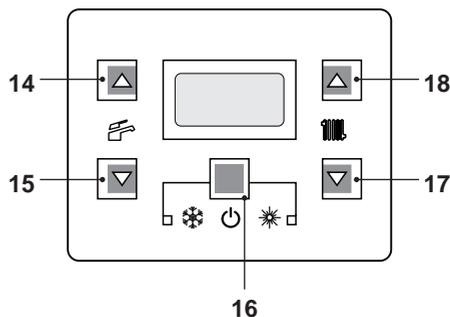
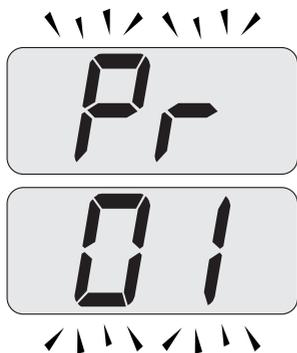
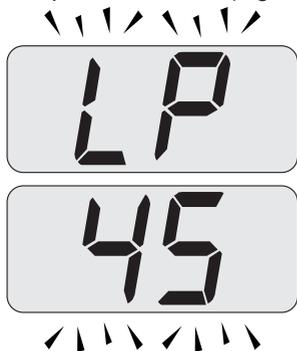
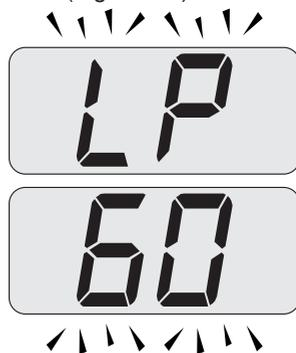

Figura 7.2
Figura 7.3
Figura 7.4
Figura 7.8
- Entrare in "modalità programmazione" premendo contemporaneamente per 10 secondi i tasti 16 - 17 - 18 (Figura 7.2) fino a far apparire sul display LCD le lettere **Pr** che si alternano con il codice **01**, indicanti l'entrata nel "parametro 01" (Figura 7.3).
- Premere contemporaneamente i tasti 17 e 18 (Figura 7.2) fino a far apparire sul display LCD le lettere **LP** che si alternano con il valore di temperatura dell'acqua di riscaldamento (es. **45**), indicanti l'entrata nell'attivazione della "funzione spazzacamino" alla potenza minima (Figura 7.4).
- Premere il tasto 18 (Figura 7.2) per entrare in modalità "spazzacamino alla potenza minima in riscaldamento". Sul display appare **hP** alternato alla temperatura dello scambiatore primario (Figura 7.5).
- Premere il tasto 17 (Figura 7.2) fino a far apparire sul display LCD le lettere **LP** che si alternano con il valore di temperatura dell'acqua di riscaldamento (es. **60**), indicanti l'entrata nell'attivazione della "funzione spazzacamino" alla potenza minima in sanitario (Figura 7.8).
- Spegnerne la caldaia tenendo premuto per 2 secondi il tasto 16 (Figura 7.2) fino a far apparire sul display LCD il simbolo  (Figura 7.9).